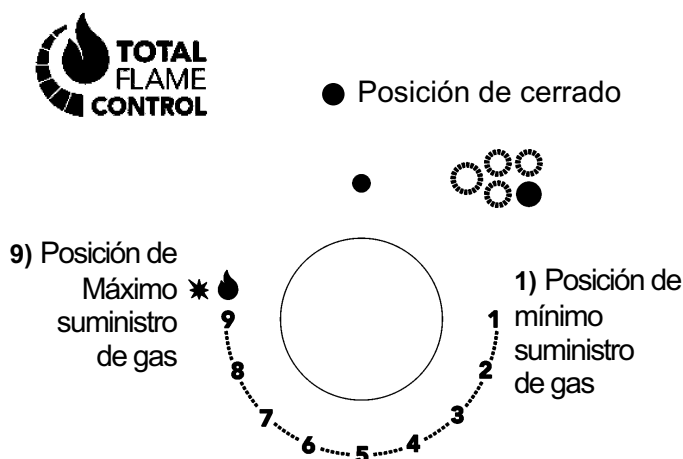

FIG. 1
Presione y haga girar en sentido contrario al de las agujas del reloj el botón giratorio correspondiente al quemador que desea utilizar hasta alcanzar la posición de Máximo ★ (fig. 1). A continuación, presione el mando hasta el fondo, el grifo está equipado con una escala de 9 posiciones, con cada clic la llama se reduce hasta llegar a la posición 1, es decir, el suministro mínimo de gas.
En los quemadores dotados de termopar de seguridad, gire el botón giratorio correspondiente al quemador que desea utilizar en sentido contrario al de las agujas del reloj hasta la posición de Máximo (Posición 9, fig. 1) y presiónelo al advertir un tope. Una vez encendido el quemador, mantenga presionado el botón giratorio durante unos 10 segundos. Luego siga las instrucciones para usar el tap como se explicó anteriormente.
- Ponga el botón giratorio en la posición de Mínimo una vez alcanzado el punto de ebullición (Posición 1 fig. 1).
- **el encendido de los quemadores con termopares de seguridad solo puede efectuarse cuando el mando se encuentra en la posición de Máximo (Position 9, fig. 1).**